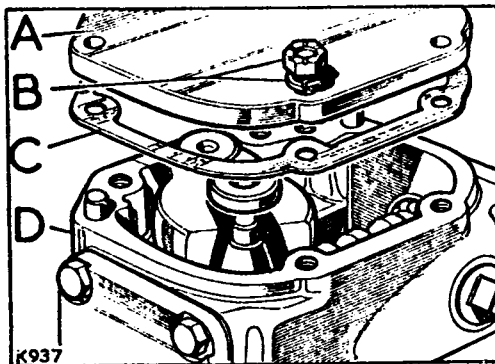

Fig. G1-45.- Tapa lateral
1.1.- Retirar la tapa lateral, A, (Fig. G1-45) y vaciar el aceite de la caja de engranajes.